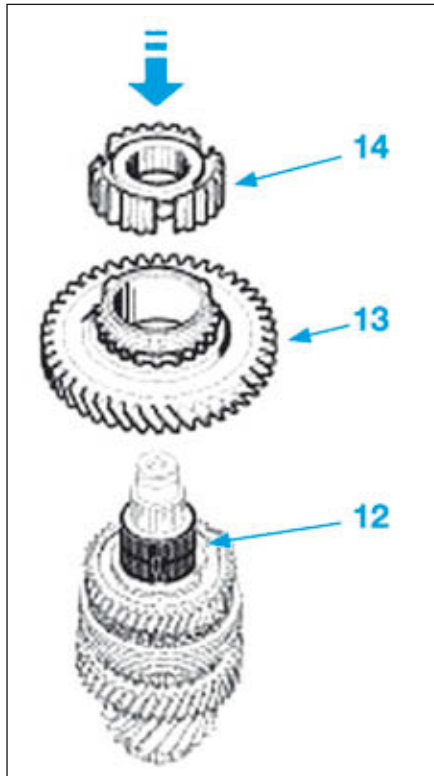

FIG.38
- Mettre en place la cage à aiguilles (12) (Fig.38).
- Poser le pignon fou de marche arrière (13) muni de sa synchronisation et le moyeu baladeur de marche arrière (14) à l'aide d'un mandrin de diamètre approprié indice "N".